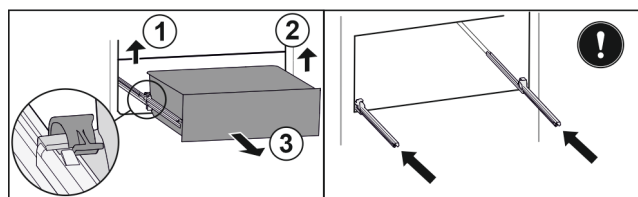

Fig. 29*
- ▶ Podnieść lewy zacisk i wysunąć jednocześnie szufladę po lewej do przodu Fig. 29 (1).*
- ▶ Podnieść prawy zacisk i wysunąć jednocześnie szufladę po prawej do przodu Fig. 29 (2).*
- ▶ Wyjąć szufladę do przodu Fig. 29 (3).*